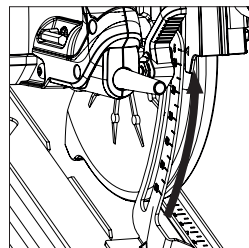

Fig. 10
(12) REGOLAZIONE PROFONDITÀ DI TAGLIO
- Allentare il meccanismo di bloccaggio della profondità di taglio tirando verso l’alto la leva di funzionamento. **(Fig. 10)**